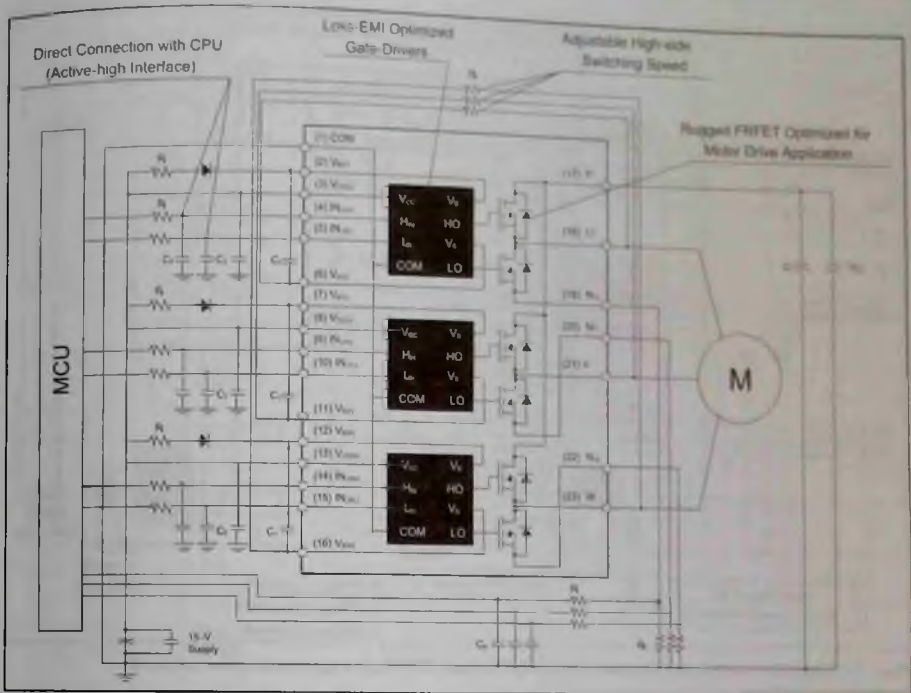
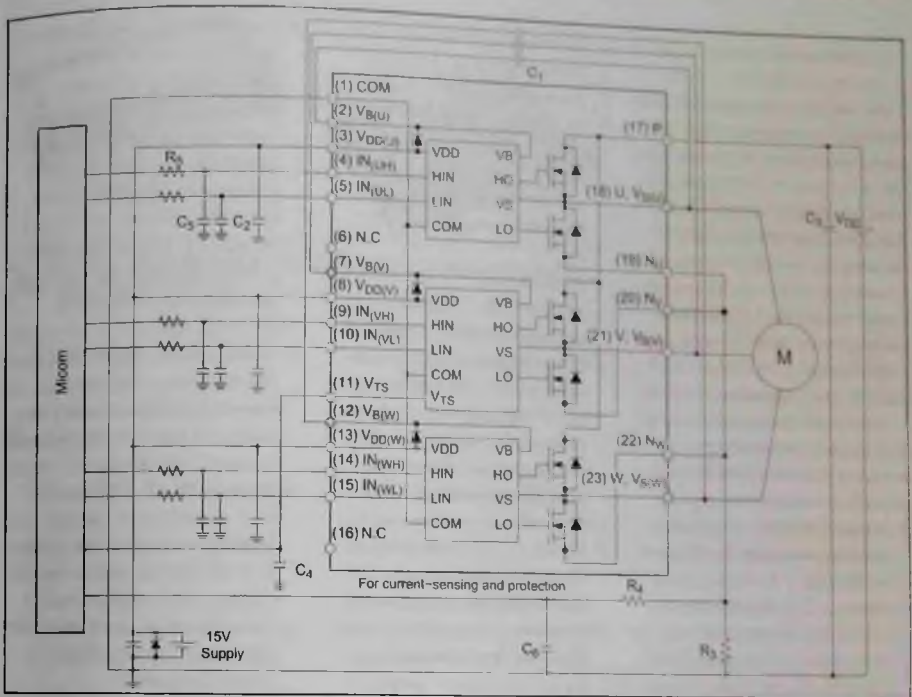

Рис. 6. Структура и типовая схема включения модулей серии SPM5
Рис. 8. Типовая схема включения модулей FSB50450xx
полевых транзисторов (FRFET™, UniFET) с обратными диодами (диоды с мягким восстановлением) и тремя полумостовыми драйверами затворов MOSFET. Структура и типовая схема включения модулей (DIP, SMD) приведены на рис. 6.
2019 году уже под маркой On Semiconductor выпущены исполнения FSB50450BL, FSB50450BSL. Модули FSB50450 входят в состав рассмотренной выше серии SPM5 семейства Motion SPM® 5 Series. При одинаковом внутреннем устройстве различные исполнения отличаются типами корпусов и конструктивными особенностями выводов. На сайте ON Semiconductor в 2020 году представлены данные на следующие исполнения модулей: FSB50450/US/UD/AT/AS/BS/BL/BSL. Типовая схема включения модулей приведена на рис. 8, она во многом совпадает со схемой на рис. 6, но
В электронных модулях ПММ «Siemens SR64E002RU/17» и «BOSCH SPV53M00RU» применены IPM FSB50550AB, также входящие в семейство Motion SPM® 5 Series, отличающиеся от рассмотренных выше модулей FSB50450 параметрами выходных ключей. В данном модуле применены полевые транзисторы с изолированным затвором 500 В/2 А типа FRFET с более низким значением сопротивления  $R_{ds(on)} = 1...1,4$  Ом. Типовая схема включения модулей практически такая же, как на рис. 8, а рекомендуемые параметры те же, что и для модулей FSB50450.
Несмотря на различие корпусов, нумерация и назначение выводов всех исполнений модулей одинаковы (см. рис. 8):
- Выводы 2, 7, 12 (Vb (U), Vb (V), Vb (W)) — напряжения смещения драйверов затворов MOSFET верхнего плеча фаз U, V, W (цепи HO). Эти выводы через бутстрепные конденсаторы (C1) обратной связи подключаются к соответствующим фазным выходам модулей. Для снижения влияния пульсаций и шумов источников питания на работу модулей бутстрепные конденсаторы должны иметь малые значения эквивалентного сопротивления (ESR) и индуктивности (ESL). При подборе аналогов следует обращать внимание на наличие или отсутствие внешних бутстрепных диодов в схемах привода двигателей. Их отсутствие (как на рис. 8) говорит о том, что в схеме используется модуль версии V2.0 или V1, V1.5 с